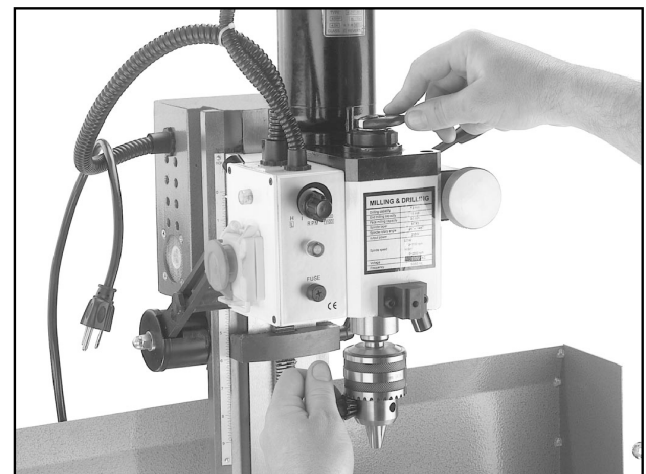

Fig 9. Ta bort låsmuttern.
3. Använd 19 mm fast nyckel enl **fig. 9** för att ta bort spindelns spänningsmutter.